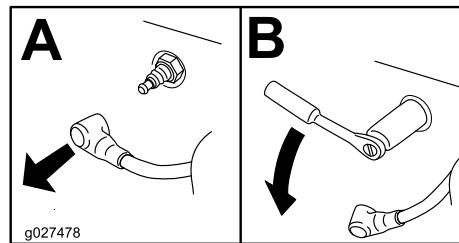

Figura 32
3. Localice y retire la(s) bujía(s), tal y como se muestra en la Figura 32.